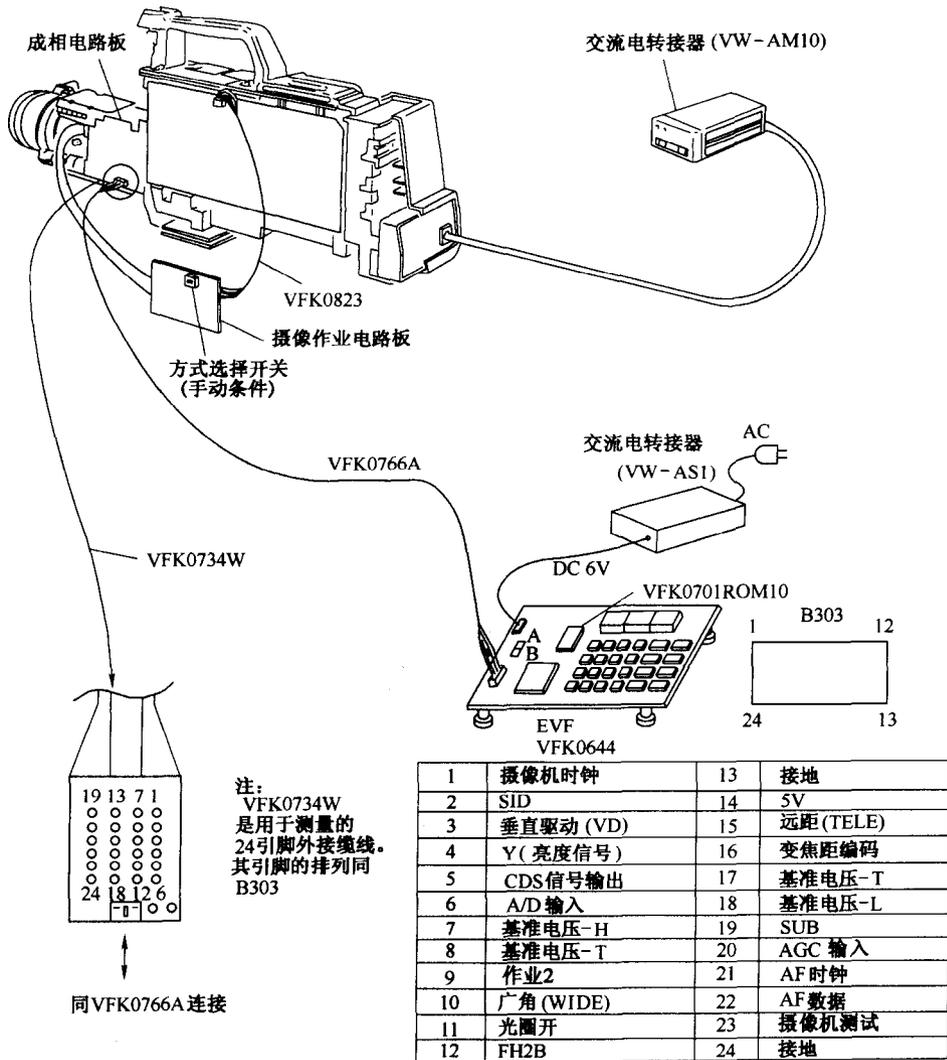

图 1.1.3 松下 NV-M9000/M9900 摄录一体机与 EVR 装置连接及调整示意图
采用了 EVR 装置可使调整摄像机过程简化, 调整时只要在 EVR 装置与摄像机之间用一根专用连接线, 按动 EVR 装置上的按键就可以对摄像机进行调整, 图 1.1.3 是松下 NV-M9000/M9900 摄录一体机 CAM 部分与 EVR 装置连接及调整示意图。
(1) 连接前的准备工作
- ① 卸下摄录一体机左右两边机壳, 按图 1.1.3 所示连接好 EVR 装置和测试设备。
- ② 把 EVR 装置上的方式选择开关拨到“A”侧。
- ③ 打开摄像机电源开关。
- ④ 打开 EVR 装置上的电源开关, 其发光二极管点亮并显示“08.80.00.”, 若发光二极管未点亮, 则按复位键或检查 EVR 装置和摄像机之间的连接电缆是否已连接好。
(2) 调整前如何使用 EVR 装置